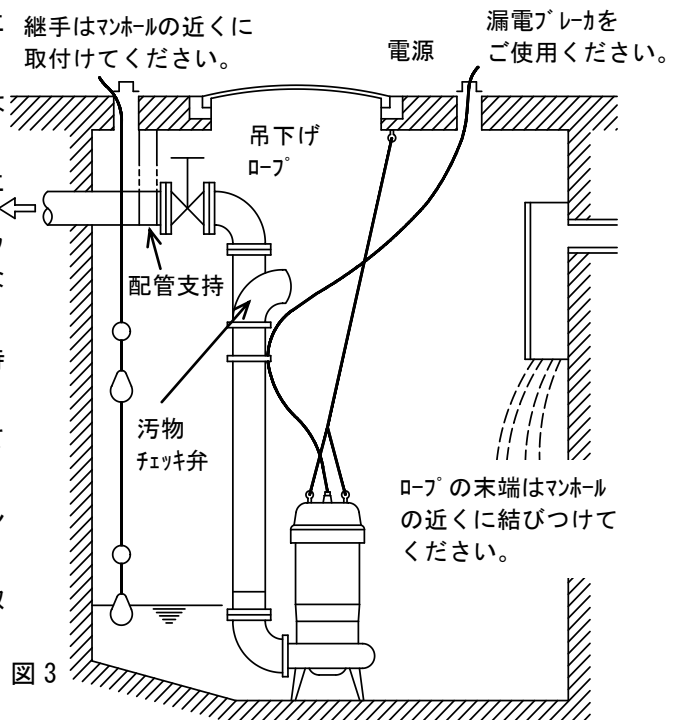

図 3
- (4) 槽内の流れがある場合には適当な配管を支持してください。（以上図 3 参照）
- (5) 配管は途中空気だまりのできないようにしてください。
- (6) 配管末端は水中に入れないでください。ポンプを停止した時逆流します。（以上図 3 参照）
- (7) 配管にはポンプ 1 台毎に汚物チェック弁を取り付けてください。